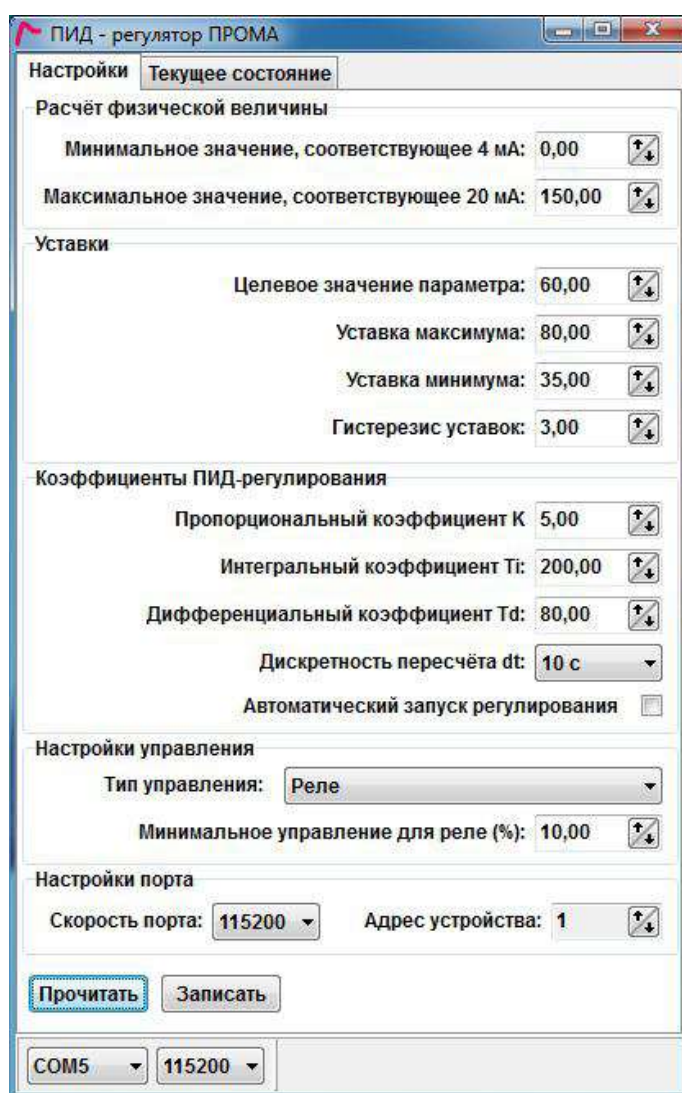

Рис. 6. Закладка «Настройки»
3.0.2 Перед началом работы внизу окна (Рис. 6) выберите COM порт компьютера, к которому подключен регулятор, и настройте скорость порта.
3.1.1 На этой закладке (Рис. 6) можно редактировать различные настройки прибора. Нажмите кнопку «Прочитать», чтобы считать текущие значения настроек с прибора и кнопку «Записать», чтобы сохранить изменения в прибор. Запись настроек перезапускает алгоритм регулирования, если он был запущен.